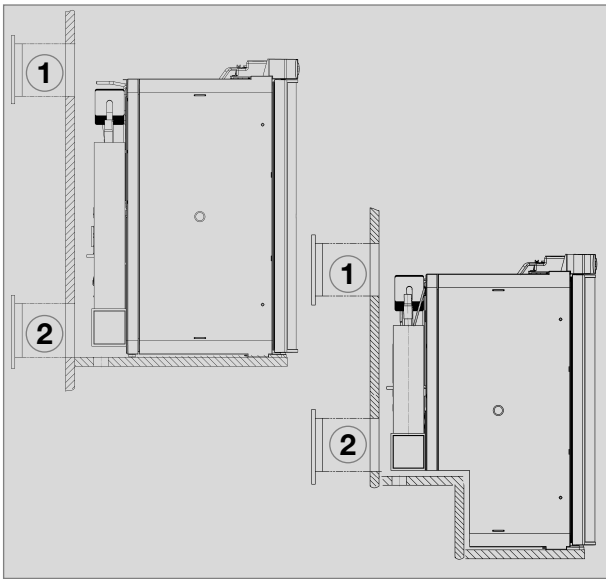

Abb. 16
**Das obere Belüftungsgitter sollte so hoch wie möglich über dem Kühlaggregat angebracht werden (1, Abb. 16) . Das untere Belüftungsgitter muss bündig mit dem Nischenboden angeordnet sein (Abb. 16,17), damit unverbranntes Gas (schwerer als Luft) auf direktem Weg ins Freie gelangt.**